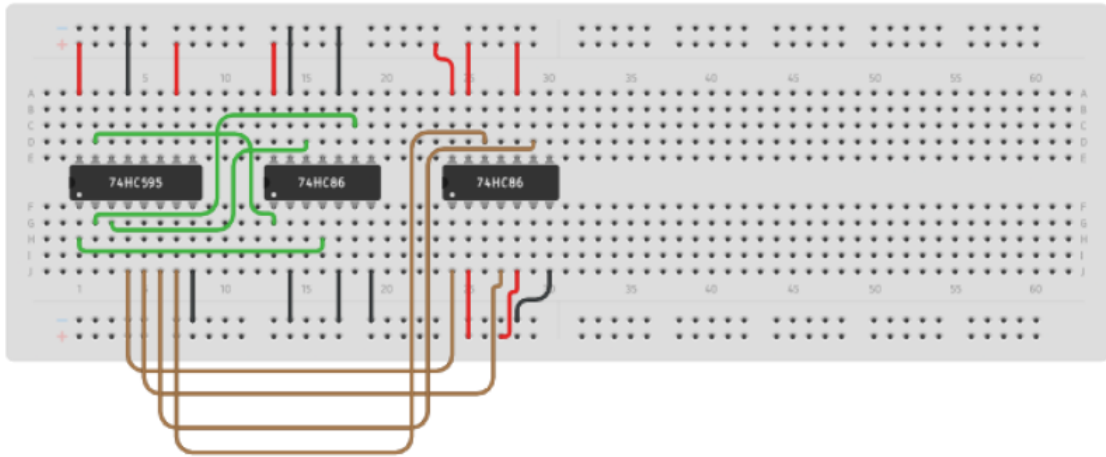

Figura 21: Inicio del montaje de descriptación.
Después del análisis anterior se procedió al montaje con las compuertas en Tinkercad. Como podemos ver, se tomaron las salidas del integrado 74HC595 para ser comparadas en las compuertas XOR con la clave que necesitamos encontrar. La clave se ingresa en forma de binario con ayuda de GND (0) y Vcc (1), y se compara con las salidas del integrado 74HC595. Figura 21